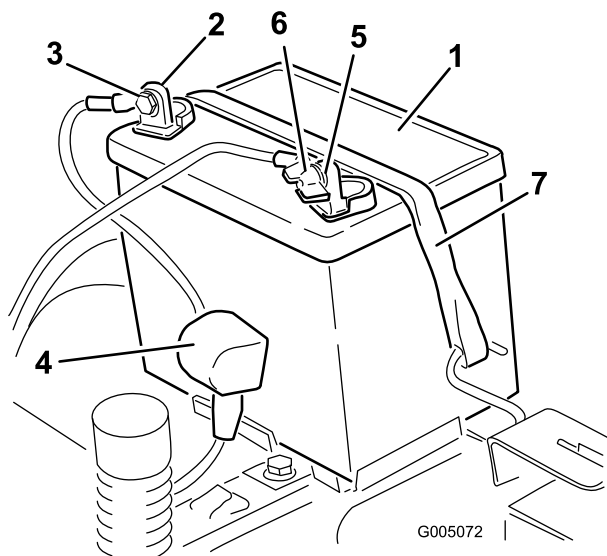

Figure 47
4. Débranchez le câble négatif (noir) de mise à la masse de la borne de la batterie (Figure 47).
6. Débranchez le câble positif (rouge) de la borne de la batterie (Figure 47).
1. Placez la batterie sur son support (Figure 47).
5. Fixez la batterie en place à l'aide de la sangle de maintien (Figure 47).